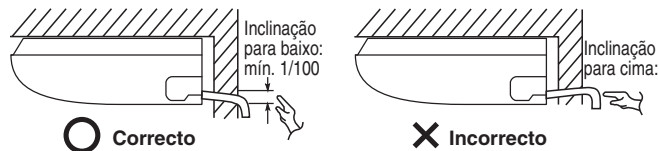

Fig. 3-22
- Ligue o tubo de drenagem de modo que fique inclinado para baixo da unidade para fora. (Fig. 3-22)